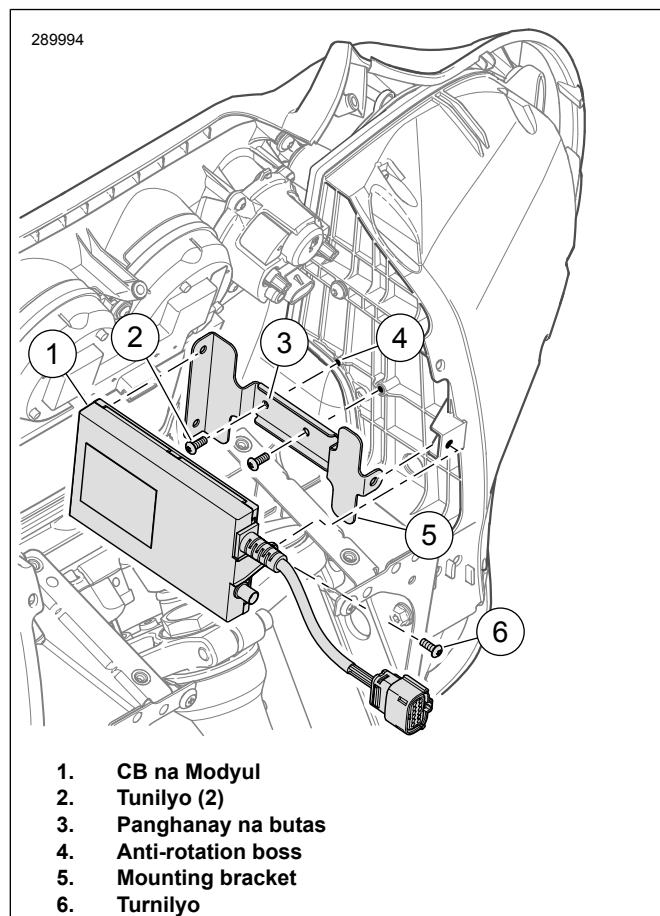

Figure 2. Ikabit ang CB na Modyul: Fairing na Nakakabit sa Fork
1. Tingnan ang Figure 2 . Ihanay ang butas (3) sa mounting bracket (5) na may anti-rotation boss (4).
2. Ikabit ang mga turnilyo (2). Higpitan.